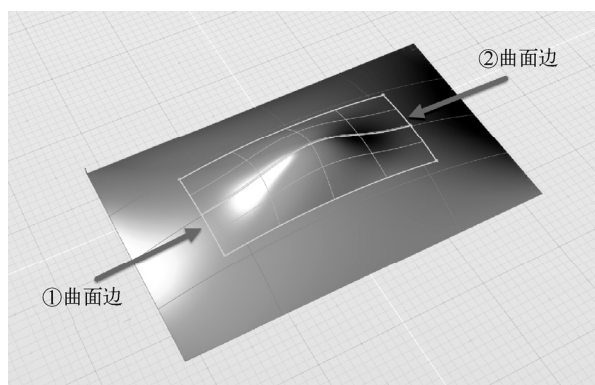

图 4-49 按顺序选择曲面边作为放样轨道
3) 保持上一步“放样”工具仍处于工作状态，当控制台提示“拾取轨道边界”时，按图 4-49 中的序号依次选择两条曲面边，按〈Enter〉键或空格键确认，得到图 4-49 所示的曲面。